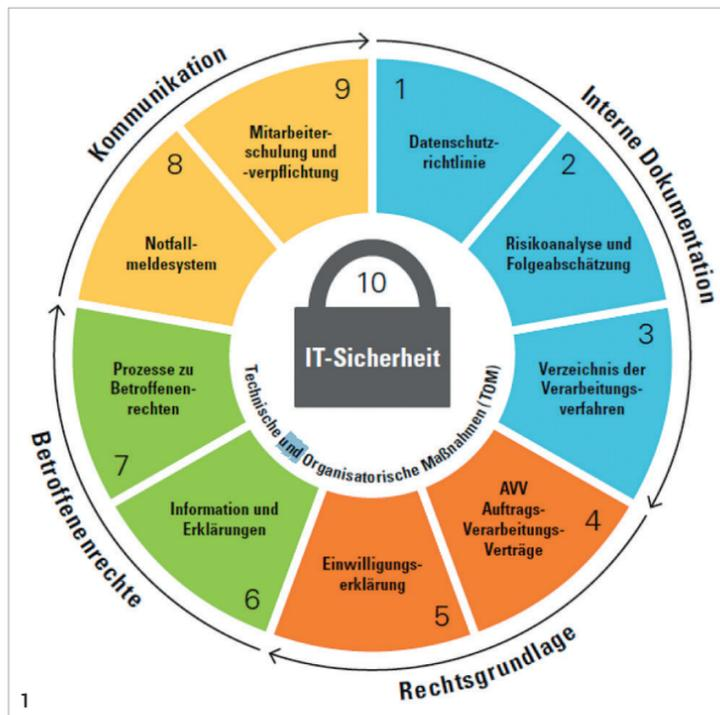

Abb. 1: Datenschutzrad – Schritte und Elemente zur Vorbereitung und Einhaltung von EU-DSGVO und BDSG neu. © 4MED Consult
Geeignete Halteelemente (Abb. 1) werden immer nach dem vorhandenen Platz im Zahnbogen und den anatomischen Zahnverhältnissen ausgesucht. Für den guten Halt der gesamten Apparatur sind nicht nur die Halteelemente verantwortlich, sondern auch eine ausreichende Retention der Plattenbasis. Die Retentionsarme müssen in der Plattenbasis so verankert werden, dass sie nicht in den Bereichen der Kunststoffbasis verlaufen, die für die Zahnbewegung frei geschliffen oder wegen der Schraubenpositionierung gesägt werden müssen (Abb. 2).
**Abb. 1:** Rund 2.100 Teilnehmer, darunter ca. 260 Vertreter der ausstellenden Industrie, konnte der diesjährige Kongress der European Orthodontic Society (EOS) in Nizza verzeichnen. Deutschland war dabei die am stärksten vertretene Nation (300 Teilnehmer), gefolgt von Großbritannien. **Abb. 2:** Tagungspräsident Dr. Olivier Sorel mit Dr. Susan Cunningham und Dr. Olivier Mauchamp (v.r.n.l.). **Abb. 3 und 8:** Veranstaltungsort war das Palais des Congrès Acropolis. **Abb. 4:** Dr. Lee W. Graber (USA) gab im Rahmen der Sheldon Friel Memorial Lecture einen Ausblick, wohin sich der Fachbereich KFO künftig entwickeln wird. **Abb. 5 und 14:** Rund 60 Aussteller zeigten ihre Produktneuheiten. **Abb. 6:** Gerader Bogen, passiv selbstligierend, quadratischer Slot und digitale Planung – diese Aspekte machen für Dr. Giuseppe Scuzzo (Italien) den Erfolg bei der Lingualbehandlung aus. **Abb. 7 und 9:** Auf großes Interesse stieß die EJO Open Session zum Thema „Digitale Kieferorthopädie – Freund oder Feind?“. Das Foto (Abb. 7) zeigt Prof. Dr. Björn Ludwig (links) und Prof. Dr. Dirk Wiechmann (rechts) (beide Deutschland) mit Moderator Dr. Dirk Bister (Großbritannien).